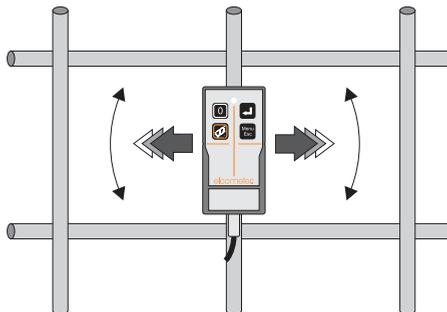

Figure 12. Déterminer l'orientation de l'armature
2. Maintenir la sonde au-dessus de l'armature. Déplacer la sonde d'un bord à l'autre et la faire tourner dans un sens puis dans l'autre jusqu'à ce que le signal soit maximal (Figure 12).